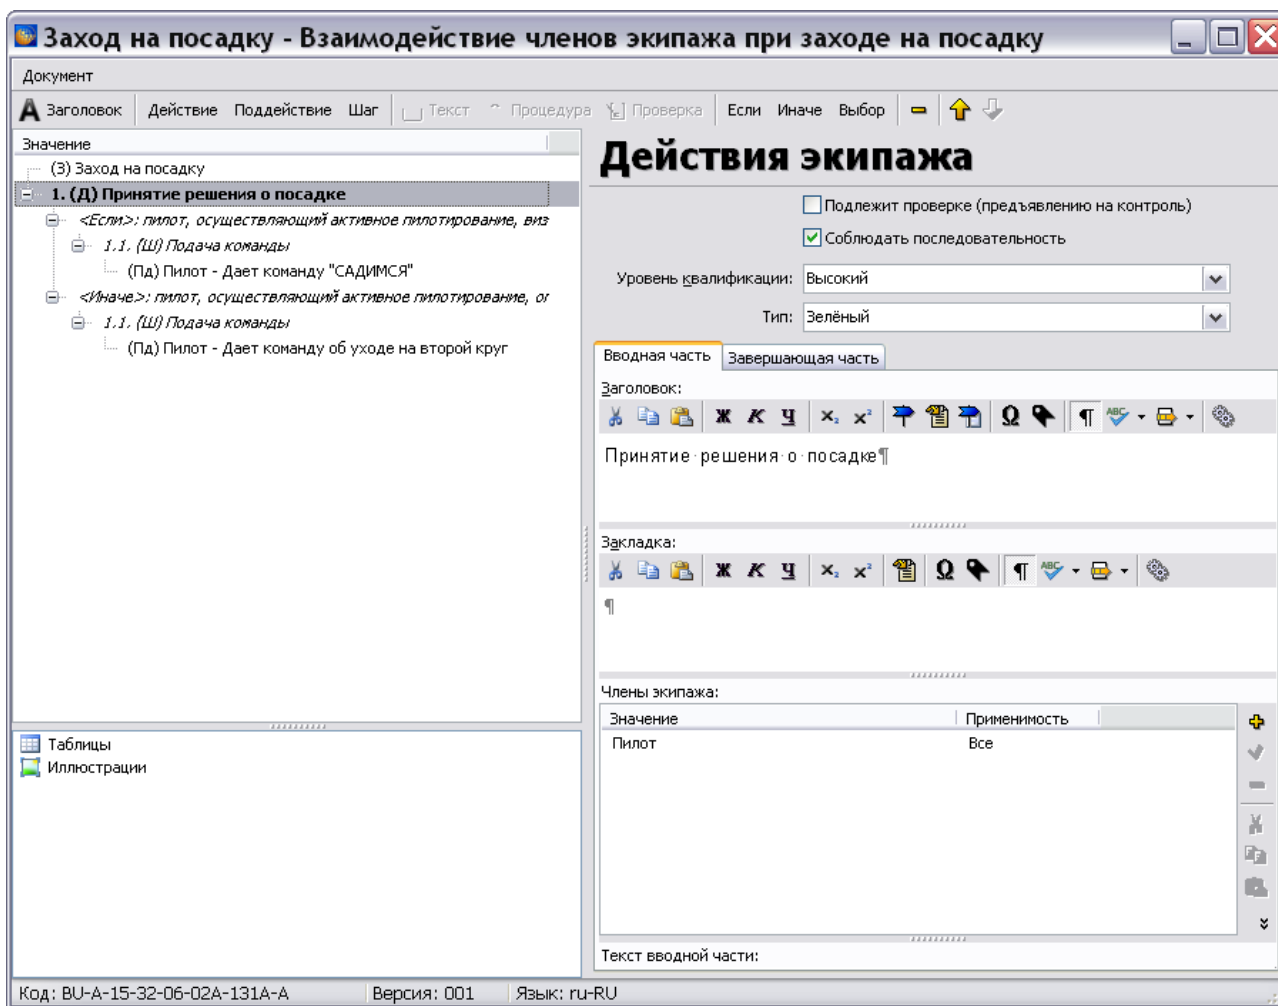

Рис. 22.79
- Для параметров действия экипажа - заголовка, закладки, членов экипажа (Рис. 22.79).